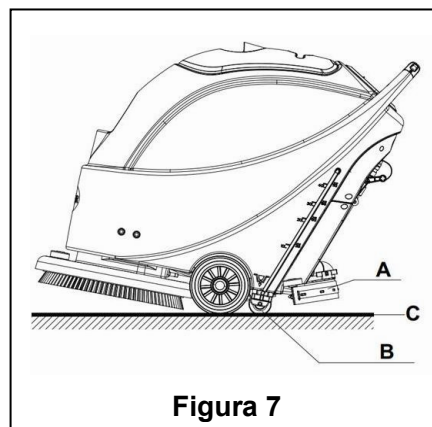

Figura 7
8. Rilasciare l'interruttore di sicurezza (1) per interrompere la spazzola/cuscinetto e l'elettrovalvola.
9. Premere l'interruttore dell'aspiratore (39) in posizione "O"; l'aspiratore ritarderà di 5 secondi prima di interrompersi.
10. Premere l'interruttore di controllo del diffusore d'acqua (40) in posizione "O" per interrompere completamente il funzionamento dell'elettrovalvola.
11. Premere l'interruttore (38) in posizione "O" e disonnettare il cavo di alimentazione dalla presa di alimentazione.
12. Usare la maniglia di sollevamento del tergilavaggio (14) per sollevare il tergilavaggio.
13. Afferrare il manubrio (2) e gentilmente rovesciare all'indietro l'apparecchio finché la ruota di guida (B) non tocca il pavimento. Vd. **Figura 7**.